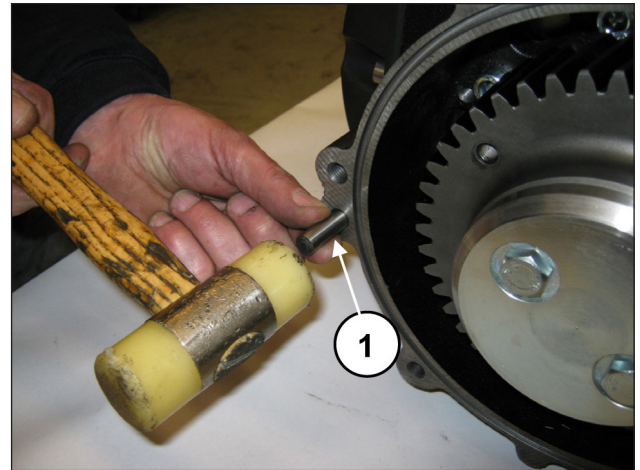
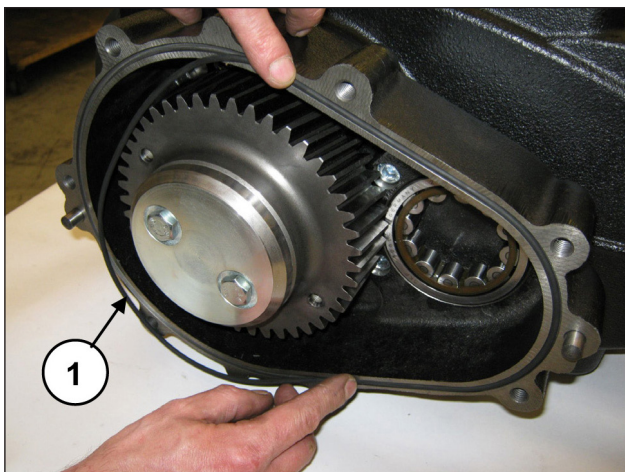

Fig. 78
Fig. 79
Appliquer les 2 goupilles Ø10x24 au boîtier du réducteur (rep. ①, Fig. 78) et insérer le joint torique (rep. ①, Fig. 79).